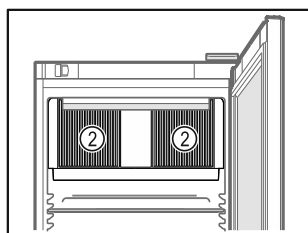

Fig. 73
- ❑ Mantenere libere le fessure di ventilazione Fig. 73 (2) della ventola di ricircolo nel vano interno.